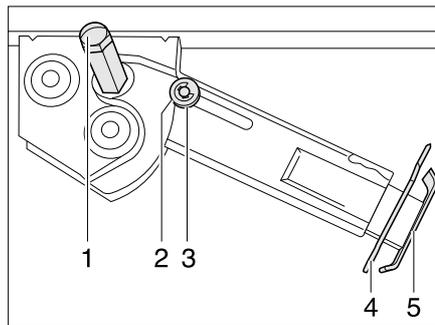

Bild 34 Hubstütze
- Am Sechskant (Bild 34,1) den Steckschlüssel aufstecken und drehen, bis die Hubstütze senkrecht nach unten steht.
- Splint (Bild 34,4) aus der Stützfußverlängerung (Bild 34,5) herausziehen.
- Am Sechskant (Bild 34,1) den Steckschlüssel aufstecken und drehen, bis die Hubstütze wieder vom Boden frei ist.
- Stützfußverlängerung (Bild 34,5) ganz einschieben und Splint (Bild 34,4) in die vorgesehene Bohrung an der Stützfußverlängerung stecken.
- Mit Steckschlüssel am Sechskant (Bild 34,1) drehen, bis Hubstütze nach oben geschwenkt und die Führungsscheibe (Bild 34,3) vollständig in die Kerbe (Bild 34,2) eingefahren ist.